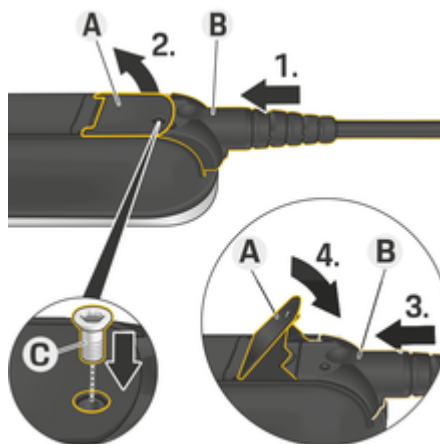

Fig. 229 Conectarea cablurilor și fixarea conectorilor
- ✓ Maneta **A** (Fig. 229) este închisă.
1. Introduceți conectorul **B** (Fig. 229) în unitatea de comandă până când simțiți prima dată rezistență.
5. Conector fixat **B** la unitatea de control cu șurub **C** (Fig. 229).